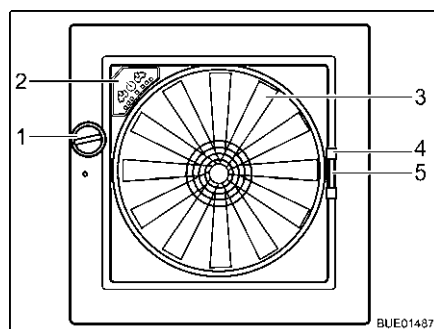

Fig. 100 Claraboya Omni-Vent
- Girar el botón giratorio (Fig. 100,1) hasta alcanzar el ángulo de apertura deseado.
- Girar el botón giratorio (Fig. 100,1) hasta que la claraboya esté completamente cerrada.
- Tirar del tirador (Fig. 100,4) de la protección contra insectos hacia el lado opuesto del marco.
- Comprimir el tirador (Fig. 100,5) del oscurecedor.
Ventilador Cuando la claraboya está abierta, el interior se puede ventilar y purgar de aire con el ventilador de 6 niveles (Fig. 100,3). El ventilador se maneja a través del cuadro de mando (Fig. 100,2).